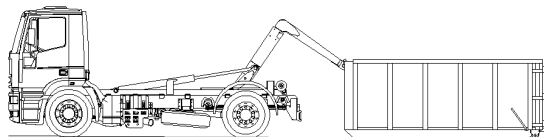

Bild Nr. 12
8.	Mit dem Fahrzeug so rückwärtsfahren, dass der Haken (poz. 5, Bild Nr. 2) in den Container-Aufhänger hineinpasst (Bild Nr. 12).
9.	Mit dem Fahrzeug so rückwärtsfahren, dass der Haken (poz. 5, Bild Nr. 2) in den Container-Aufhänger hineinpasst (Bild Nr. 12).